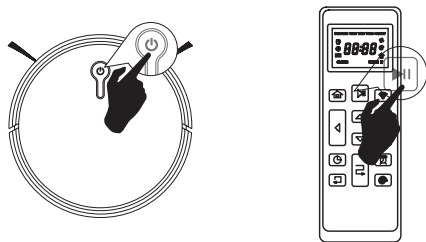

Рис. 6
- Чтобы приостановить/возобновить уборку, снова нажмите  или  на пульте управления (Рис. 6).